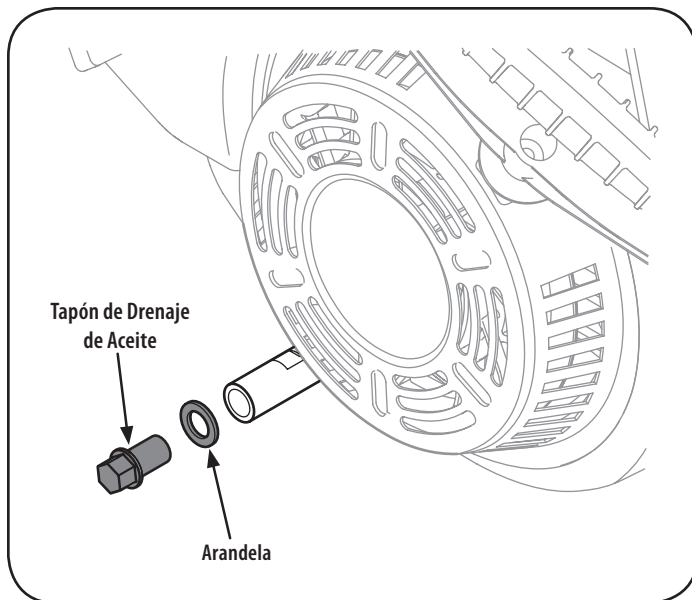

Figura 17
3. Retire el tapón de drenaje de aceite y la arandela. Vea la Figura 17.